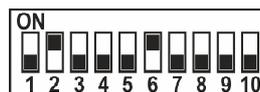

Fig. 9
- Positionner le DIP-SW de programmation (10voies) comme en Fig. 9.